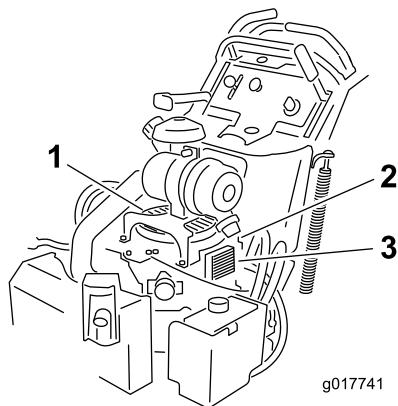

Figure 68
3. Enlevez la grille d'entrée d'air et le carter du ventilateur (Figure 68).
5. Remettez la grille d'entrée d'air, le lanceur et le carter du ventilateur (Figure 68).